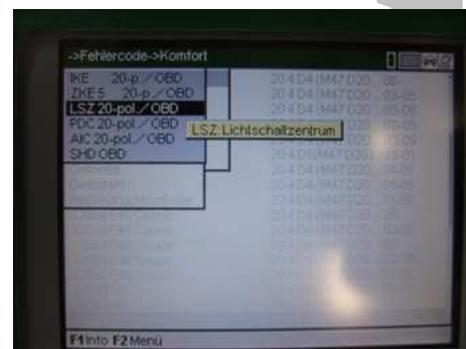

Fig. 1
1. Com um aparelho de diagnóstico apropriado, verificar o código de avaria. Para isso, após a selecção do veículo, seleccionar o ponto do menu "Centro de comutação de luzes" (*Lichtschaltzentrum*) (Fig. 1).